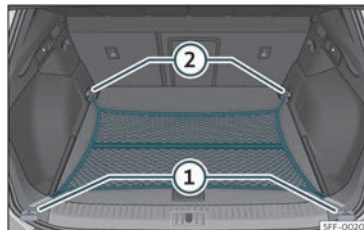

Fig. 112 Al maleter: bossa de xarxa enganxada arran de terra.
- Fixeu els ganxos de la xarxa a les argolles d'amarratge ① i ②»» fig. 112 »» ⚠. La cremallera de la bossa ha de quedar cap amunt.